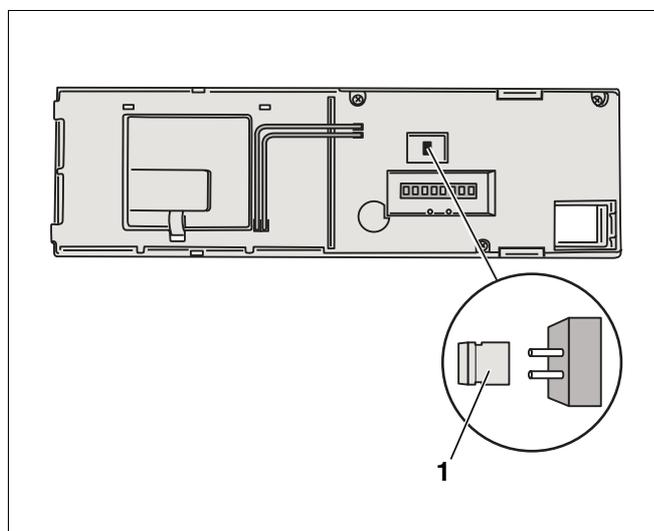

Рис. 15 Задняя сторона главного регулятора BC10
- Снять переключатель (рис. 15, поз. 1), если требуется ограничить мощность котла.